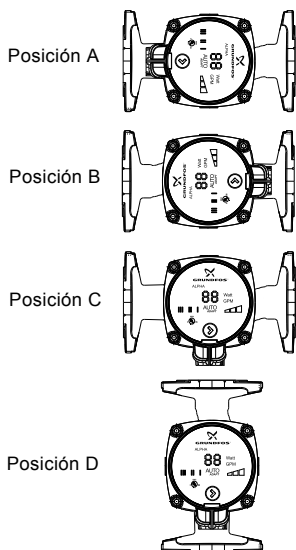

Fig. 3 Cambio de posición de la cabeza motriz
Examine la fig. 3 para ver las posiciones posibles/adecuadas.
2. Afloje los tornillos de 4 mm y gire el cabezal de la bomba a la posición que desee; vea la fig. 3.